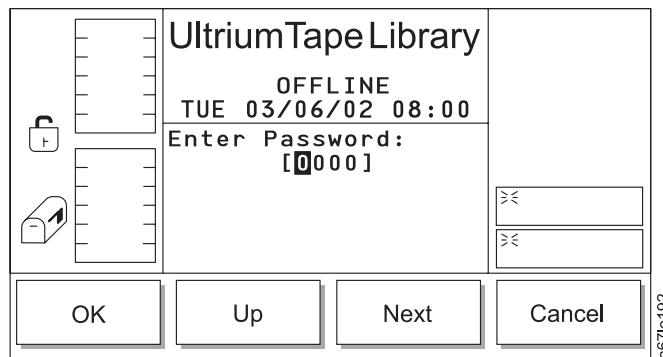

Abbildung 155. Dialog für Kennworteingabe
- Wird **Yes/No** ausgewählt, erscheint der Dialog für Kennworteingabe (siehe Abb. 155).
Tabelle 104. Übersetzung von Abb. 155, Dialog für Kennworteingabe